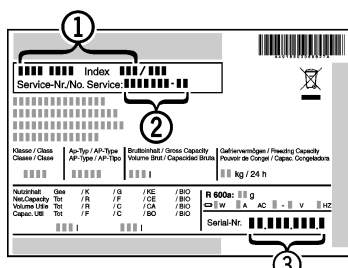

Fig. 6
► Leggere la denominazione dell'apparecchio Fig. 6 (1), il numero di assistenza Fig. 6 (2) e il numero SN Fig. 6 (3) dalla targhetta identificativa. La targhetta identificativa è situata all'interno dell'apparecchio, sul lato sinistro.
- Informare il servizio di assistenza e comunicare il difetto, la denominazione dell'apparecchio Fig. 6 (1), il numero di assistenza Fig. 6 (2) e il numero SN Fig. 6 (3).